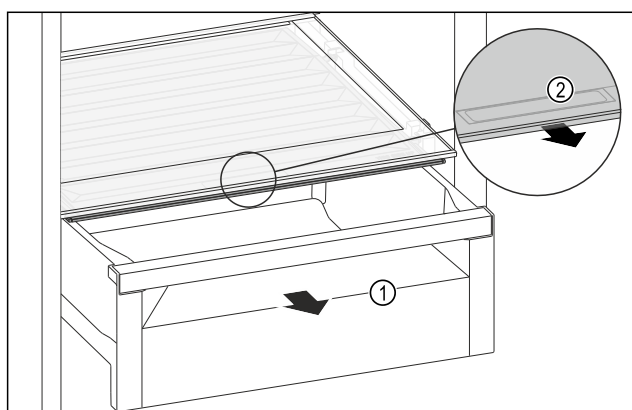

Fig. 110
- ▶ Wyciągnąć szufladę Fig. 110 (1).
- ▶ Chwycić uchwyt wpuszczany Fig. 110 (2) na pokrywie komory i pociągnąć pokrywę jednocześnie do przodu.